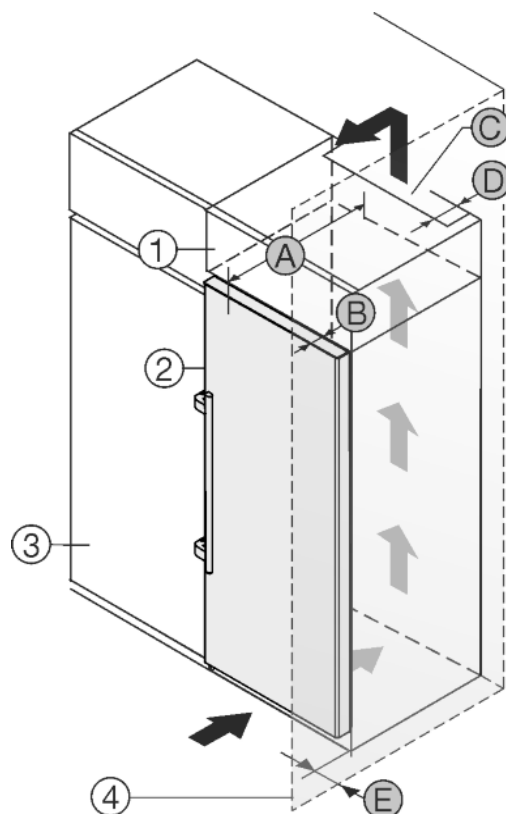

Fig. 23
L'appareil peut être réagencé avec des buffets de cuisine. Pour adapter l'appareil *Fig. 23 (2)* à la hauteur du coin cuisine, une rehausse *Fig. 23 (1)* peut être posée sur l'appareil.
L'appareil peut être installé directement à côté du buffet de cuisine *Fig. 23 (3)*. Pour pouvoir ouvrir complètement les portes, l'appareil doit déborder de la profondeur *Fig. 23 (B)* par rapport à la façade du buffet. L'appareil peut déborder encore plus en fonction de la profondeur des buffets et de l'utilisation de cales d'épaisseur.
- Une sortie d'air avec la profondeur *Fig. 23 (D)* doit être présente au dos de la rehausse sur toute sa largeur.
- La section de ventilation *Fig. 23 (C)* sous plafond doit être respectée.
Si l'appareil avec les charnières est installé près d'une paroi *Fig. 23 (4)*, la distance *Fig. 23 (E)* entre l'appareil et la paroi doit être respectée. Ceci correspond à la saillie de la poignée avec la porte ouverte.